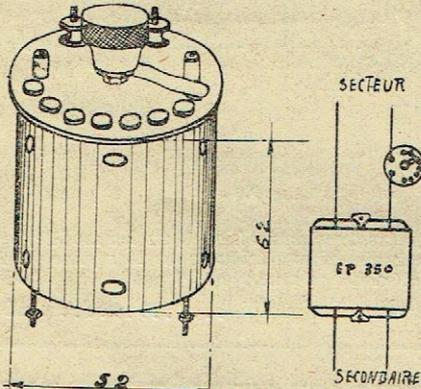

Fig. 7.
**Rhéostat primaire modèle réduit** (fig. 7). — Convient aux mêmes
**Rhéostat dit de 1.000 ohms** (fig. 7). — Résistance réelle 1.200 ohms. Ce rhéostat convient pour le réglage de la tension plaque, sur les petits tableaux à valve sans filament. (Voir Ferrix-Revue, n° 33). Il convient également pour le réglage des lampes Radio-Réseau, sur des postes jusqu'à 5 lampes (voir Ferrix-Revue n° 35 et 36). Se monte sur tableau de bois.